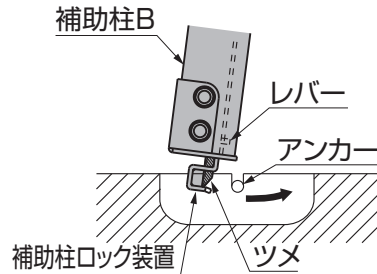

図3-4
- ④レバーを引上げながらツメをアンカーに引っ掛け、金具が奥まで入ったことを確認してからレバーを離します。(図3-4参照)